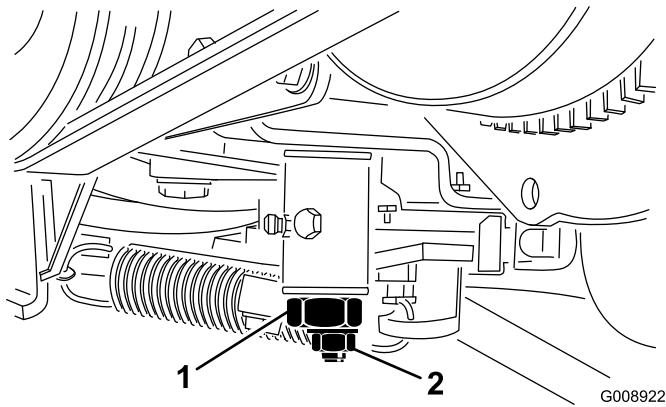

Bild 62
3. Lösen Sie die Sicherungsmutter an der Fahrantriebsnocke (Bild 62).